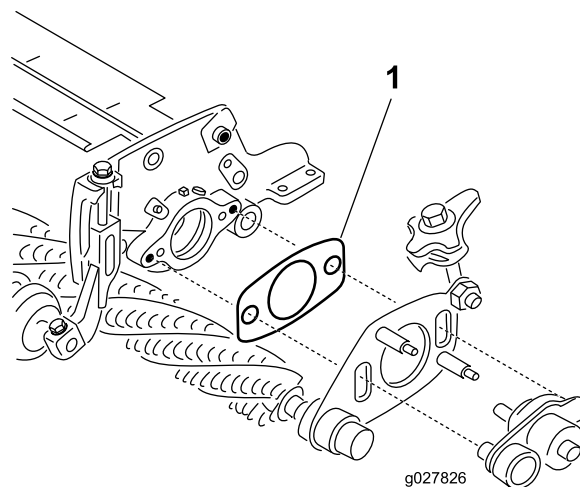

图34
7. 确保驱动侧疏草刀枢轴板与滚刀组侧板之间的薄垫片（图34）未受到枢轴轮毂的挤压。薄垫片必须能够自由移动。